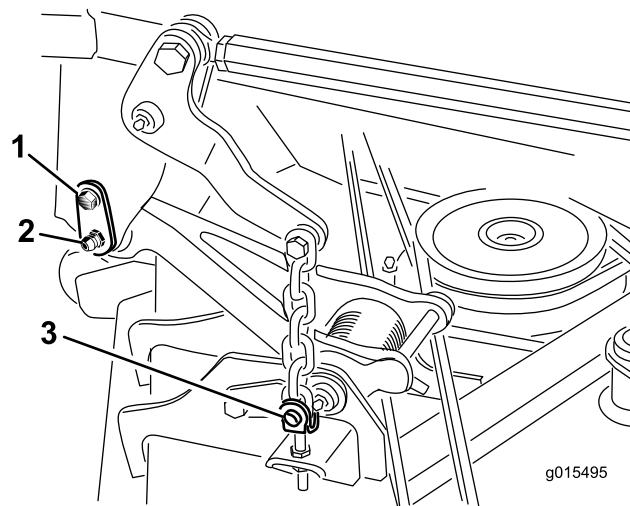

Figura 1
- Retire o parafuso do ombro que prende o pino de retenção à estrutura da carroçaria (Figura 1).
8. Retire os quatro ganchos de anel e pinos de segurança que prendem as correntes de elevação da plataforma aos passadores de ajuste na plataforma de corte (Figura 1).